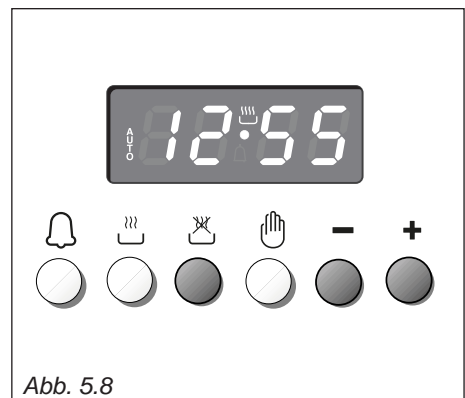

Abb. 5.8
1. Garzeit durch drücken der Taste  und der Taste  $+$  oder  $-$  einstellen (Abb. 5.8). (Taste  $+$  erhöhen, Taste  $-$  verringern).
2. Ende des Garvorgangs durch drücken der Taste  und der Taste  $+$  oder  $-$  einstellen (Abb. 5.8). (Taste  $+$  erhöhen, Taste  $-$  verringern).